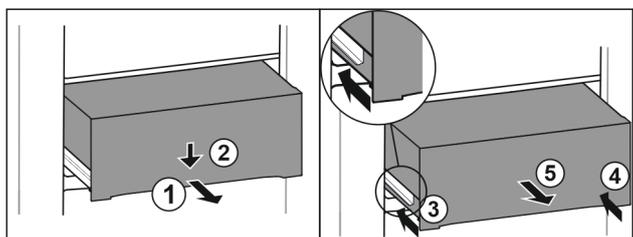

Fig. 155
- ▶ Tirer le tiroir jusqu'à mi-chemin. Fig. 155 (1)
- ▶ Appuyer sur l'avant du tiroir vers le bas. Fig. 155 (2)
- ▶ Insérer le rail gauche d'env. 2 cm. Fig. 155 (3)
- ▶ Insérer le rail droit d'env. 2 cm. Fig. 155 (4)
- ▶ Retirer le tiroir par l'avant. Fig. 155 (5)